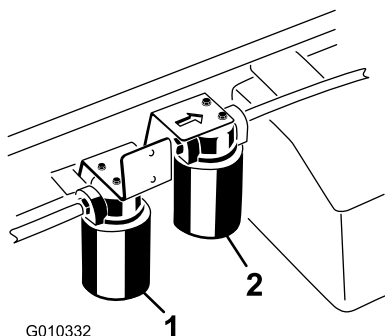

Figure 72
3. Placez un bac de vidange sous le filtre et enlevez le filtre (Figure 72).
1. Nettoyez la zone autour de la surface de montage du filtre grand débit (Figure 72).